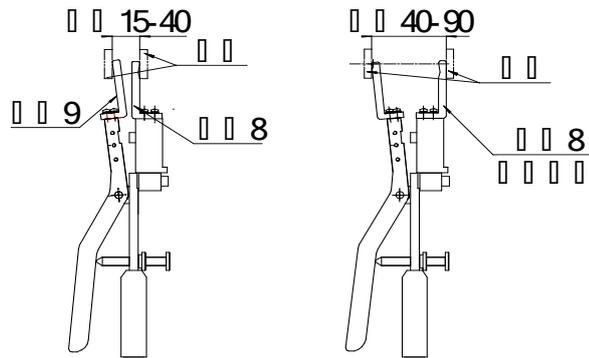

图11 GN系列户内隔离开关测量示意图
4.2.7图11是测量户内隔离开关的示意图，装上附件8、9后可以测量触刀开距为8-40mm范围内户内隔离开关。当开距大于40mm时，就可以反装附件8进行测量。